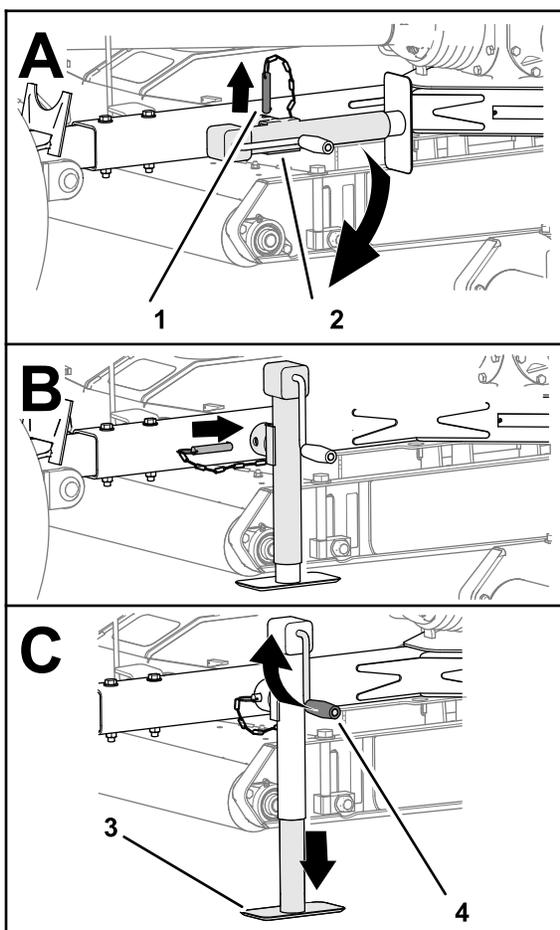

Рисунок 23
3. Извлеките штифт и поверните домкрат буксировочной штанги вертикально (Рисунок 23).
4. Совместите отверстие в буксировочной штанге с отверстием в домкрате (Рисунок 23).
5. Вставьте штифт в отверстия буксировочной штанги и домкрата (Рисунок 23).
2. Вращайте рукоятку домкрата так, чтобы полностью поднять опорную плиту домкрата; см. Рисунок 23 в разделе Использование домкрата буксировочной штанги (страница 19).